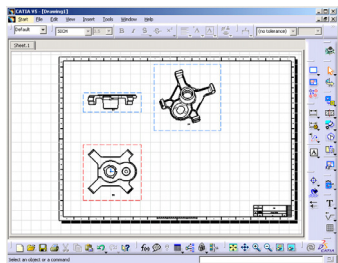

图 6-525
- » 步骤 01 按 F3 键隐藏特征树，如图 6-525 所示。